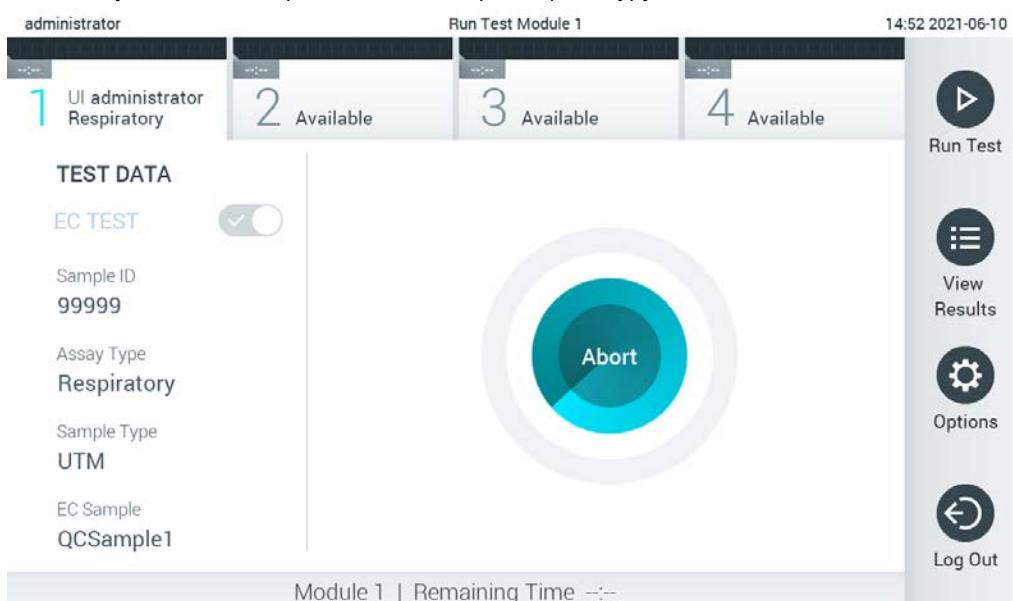

Рис. 94. Выполнение анализа и отображение оставшегося времени процедуры.
- При обнаружении картриджа для тест-системы QIAstat-Dx QIAstat-Dx Analyzer 1.0 автоматически закроет крышку входного порта для картриджа и начнет цикл анализа. Дополнительные действия со стороны оператора не требуются. Во время выполнения анализа оставшееся время процедуры отображается на сенсорном экране (рис. 94, следующая страница).